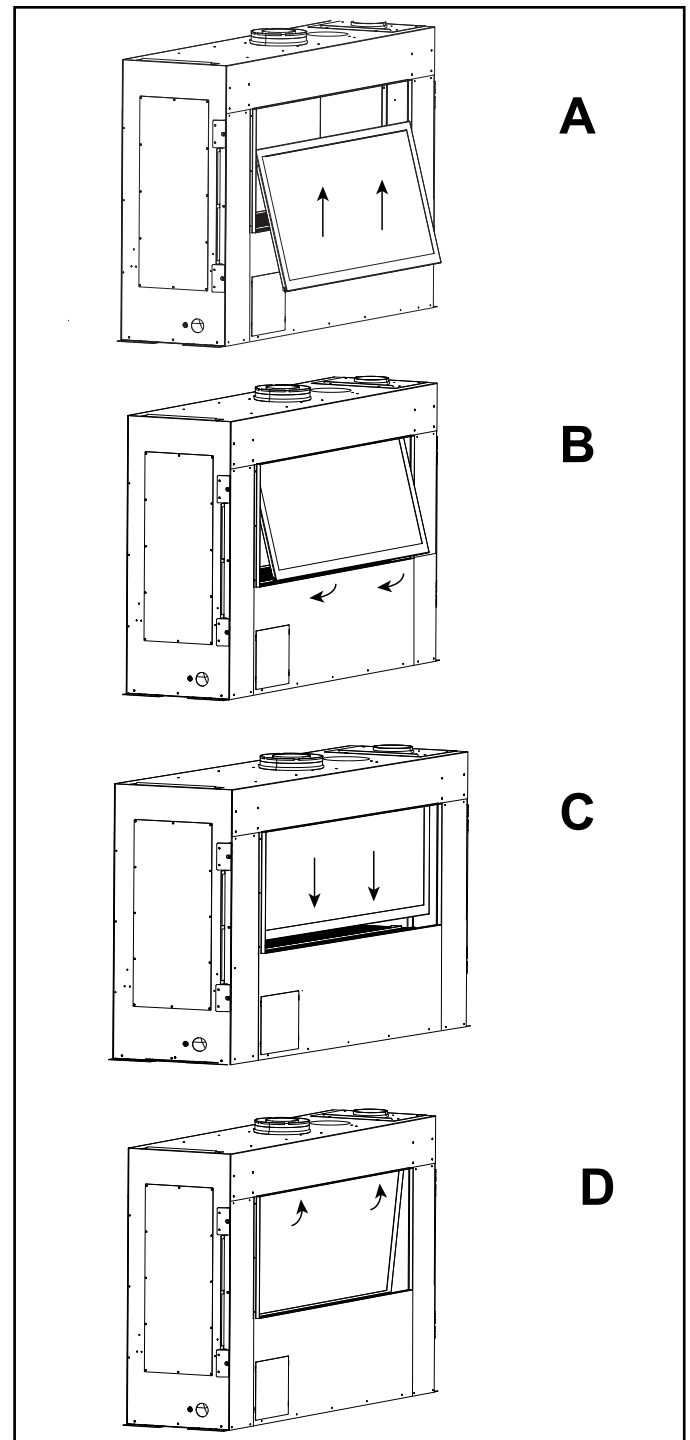

Figure 11.16 Remplacement de la vitre du foyer
1. Placez d'abord la partie supérieure de la vitre du foyer dans l'appareil. Inclinez le fond vers le foyer et placez la vitre dans le rail du cadre vitré en veillant à ce que l'ensemble soit centré de gauche à droite. Voir la figure 11.16.